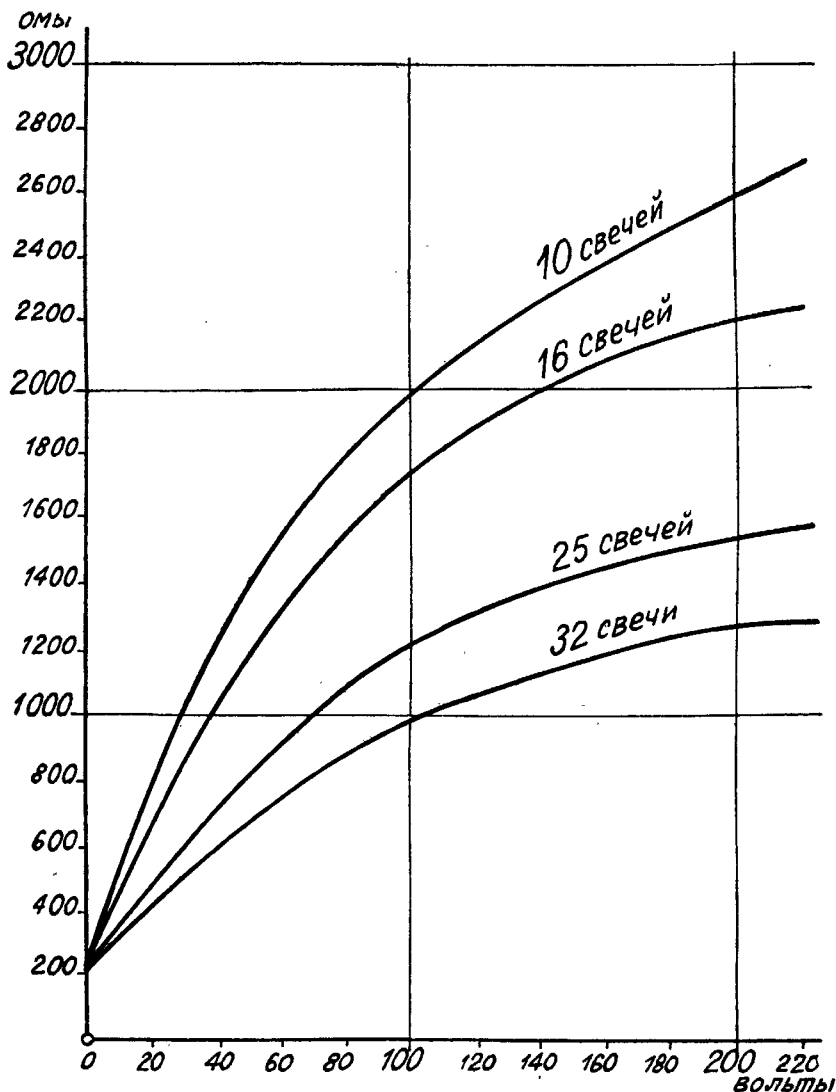

Рис. 6.
Между тем нити экономических ламп изменяют свое сопротивление, и лампы, предназначенные для нормального напряжения 220 в. будут иметь при 110 в. только 80% своего нормального сопротивления, а в холодном состоянии их сопротивление составляет только 10% от нормального (см. рис. 6). Поэтому напряжение e_2 , подсчитанное по формуле (1), будет отличаться от действительного, так как лампа L_2 фактически находится в делителе под напряжением, меньшим 220 в. Разница между e_2 и действительным напряжением e_2' будет возрастать по мере увеличения светосилы ламп, применяемых в делителе. Если теперь присоединить к точкам В и В делителя приемник, то в точке В ток будет разветвляться, и часть его потечет помимо лампы L_2 через приемник. Вследствие этого напряжение между точками В и В упадет, и разница между e_2 и напряжением на анодах—ламп Микро, которое обозначим e_2'' , будет тем больше, чем больше ламп Микро будет иметь приемник. Не приводя сложных вычислений